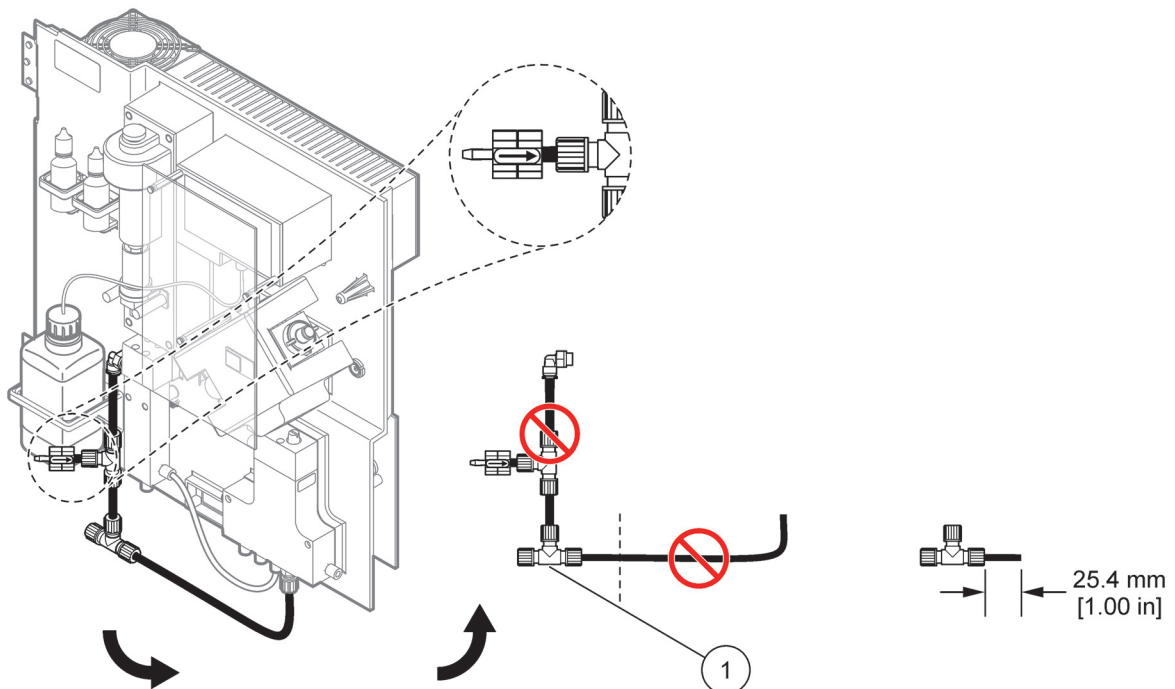

Figure 28 Dépose du raccord en T
Le raccord en T permet de brancher le tuyau d'évacuation. Pour déposer le raccord en T, voir Figure 28 et la procédure ci-dessous:
- e. Coupez 25 mm du tuyau d'évacuation qui a été déposé de l'analyseur 1. Branchez le morceau de 25 mm de canalisation sur le raccord en T de l'analyseur 2. Branchez l'autre extrémité de la canalisation sur le raccord en T qui a été déposé de l'analyseur 1. Voir Figure 28 à la page 81 pour la dépose du raccord en T.